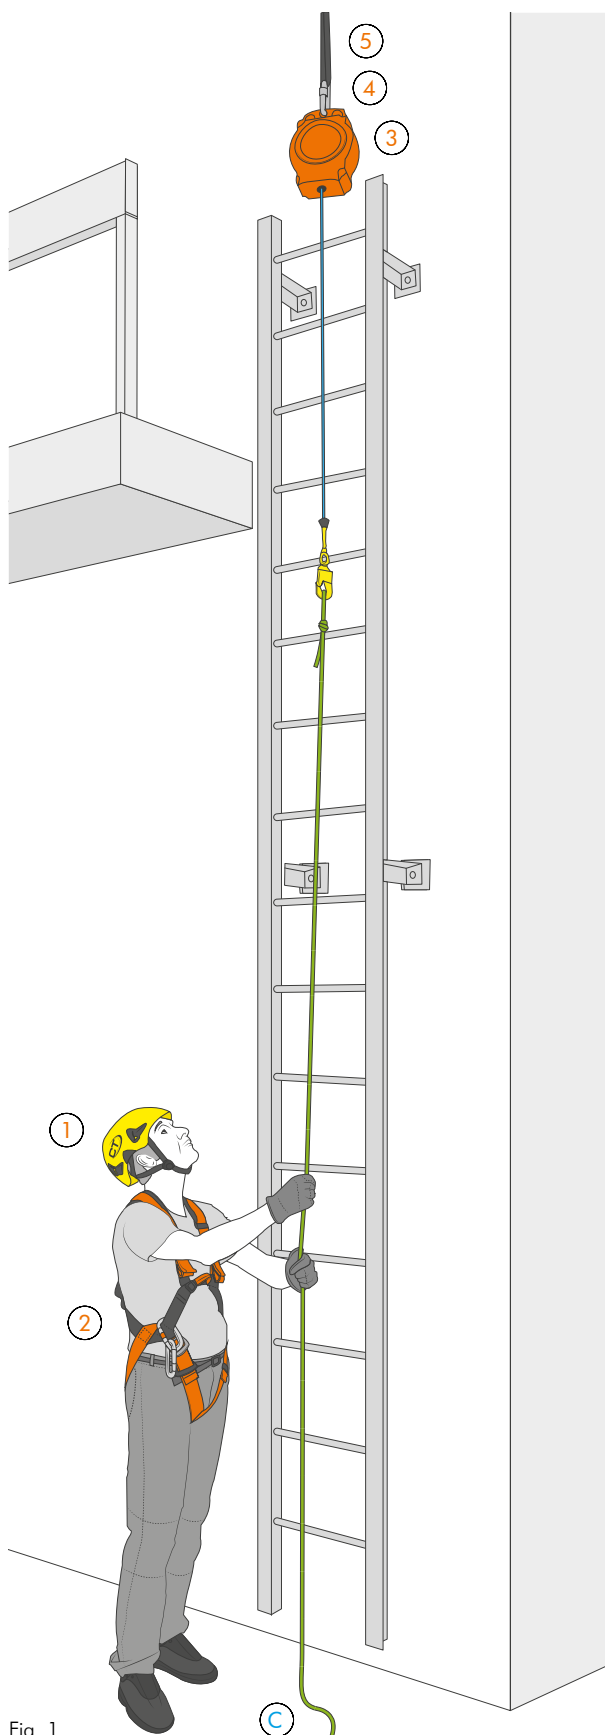
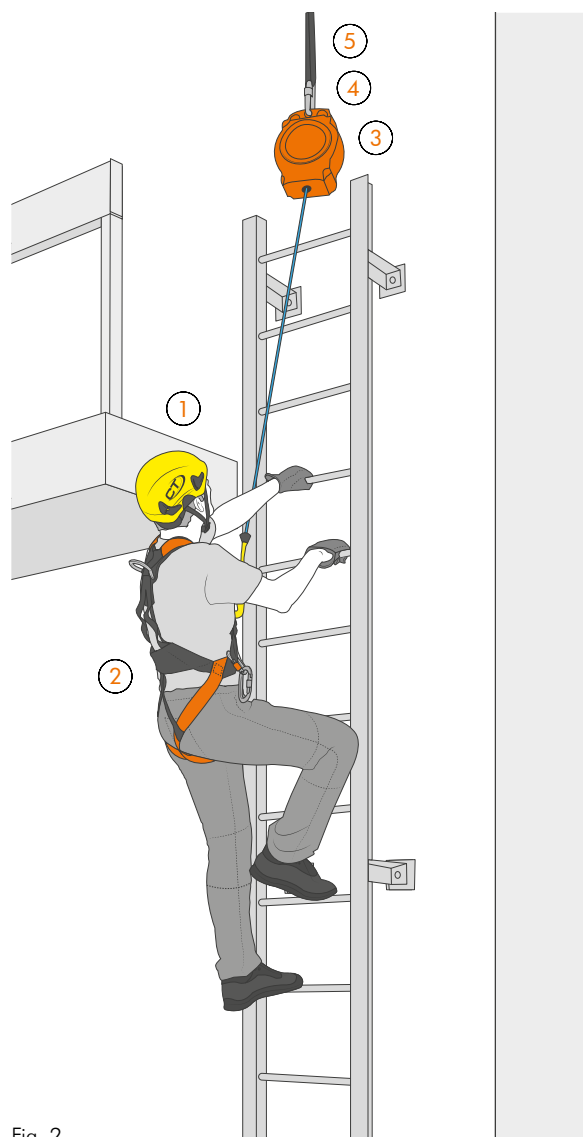

Fig. 1
Fig. 2
D2 / At the top of the ladder there is an EN 360 retractable type fall arrester (3) of a length commensurate with the ladder and fitted with a retrieval cord (C). Before climbing the operator pulls the retrieval cord to pull the fastener of the retractable type fall arrester down to him or her and attach it to the chest or back ring of the EN 361 harness (2). Having done this, the operator can climb or descend the ladder in safety (Fig. 2). This solution needs a supplemental protection system which allows every 12 months the removal, periodic inspection and re-installation of the retractable type fall arrester.
D2 / Alla sommità della scala è installato un anticaduta retrattile EN 360 (3) di lunghezza adeguata a quella della scala e provvisto di cordino di recupero (C). Prima della salita l'operatore dovrà avvicinare a sé, tramite il cordino di recupero, il connettore terminale dell'anticaduta retrattile (Fig. 1) e agganciarlo all'anello sternale o dorsale EN 361 dell'imbracatura anticaduta (2). Fatto ciò, l'operatore potrà salire e scendere in sicurezza la scala (Fig. 2). Questa soluzione necessita inoltre di un sistema di protezione supplementare che consente, ogni 12 mesi, la rimozione ed il riposizionamento dell'anticaduta retrattile sottoposto ad ispezione periodica.